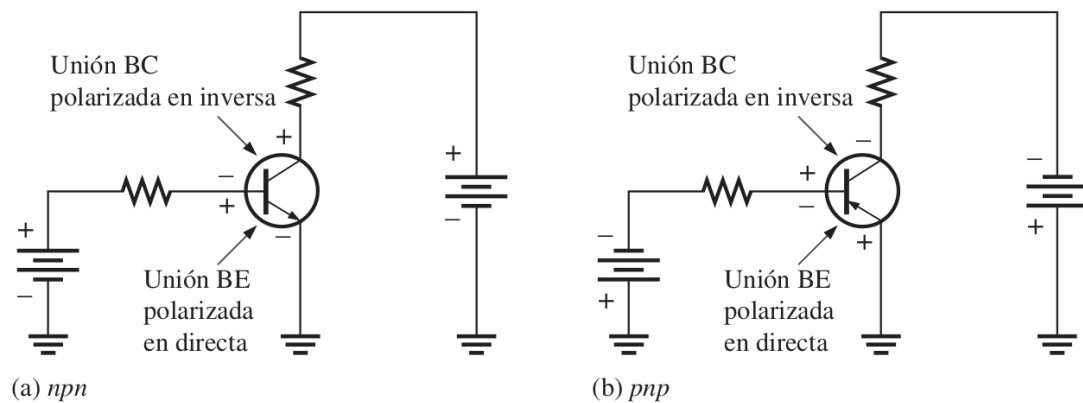

Figura 2: Polarización en directa-inversa de un BJT.
La figura 2 muestra los arreglos para polarización tanto de BJT nnp como $pnnp$ para que operen como β . Observe que en ambos casos la unión base-emisor (BE) está polarizada en directa y la unión base-colector (BC) polarizada en inversa. Esta condición se llama *polarización en directa-inversa*.